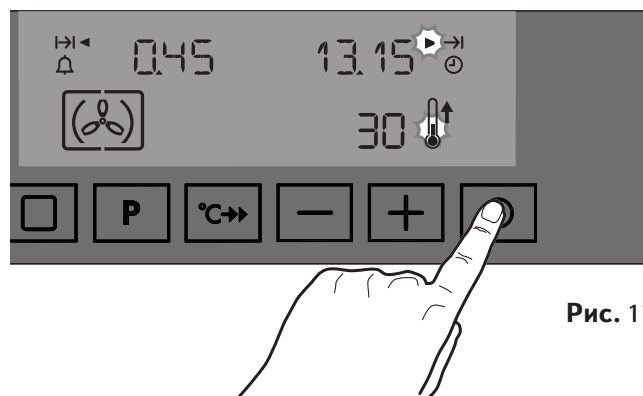

Рис. 17
2. Два раза коснитесь клавиши “Функция времени” : при этом символ ► замигает рядом с символом “Окончание времени приготовления” →| (Рис. 17).